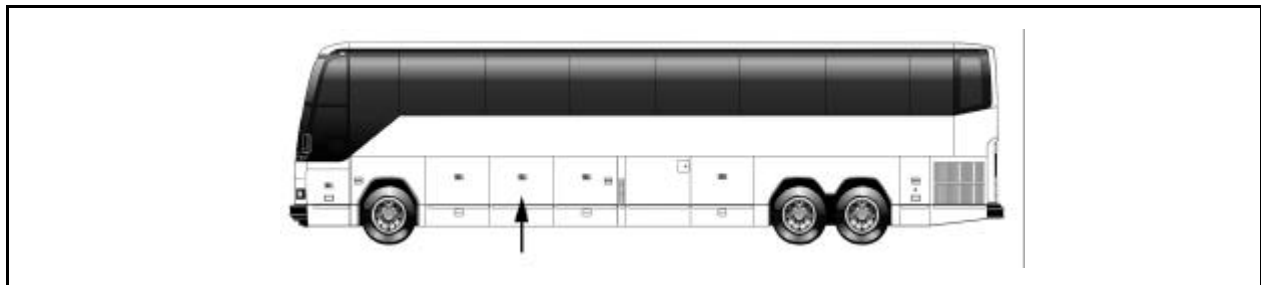

Figure 1 : Emplacement type du deuxième compartiment bagages.
1. Ouvrir le deuxième compartiment bagages (figure 1).